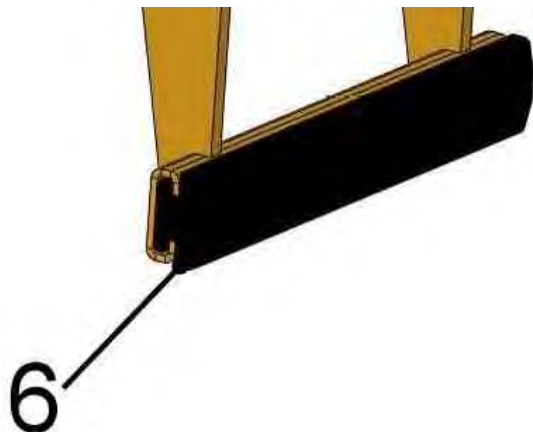
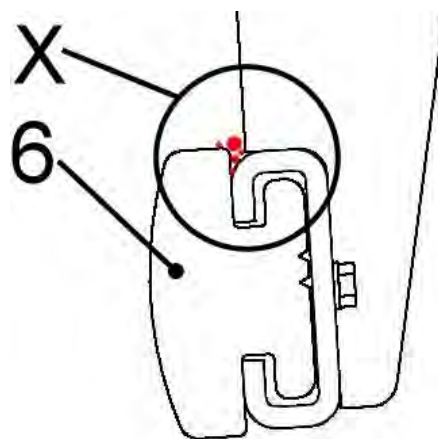

Abb. 1
Abb. 2
Regelmäßige Kontrolle auf **Schmutz** (z.B. kleine Steinpartikel) im oberen Bereich (siehe Punkte Bildausschnitt „X“ in Abb. 2) der Gummigreifbacken (6) → siehe Abb. 1 / Abb. 2.